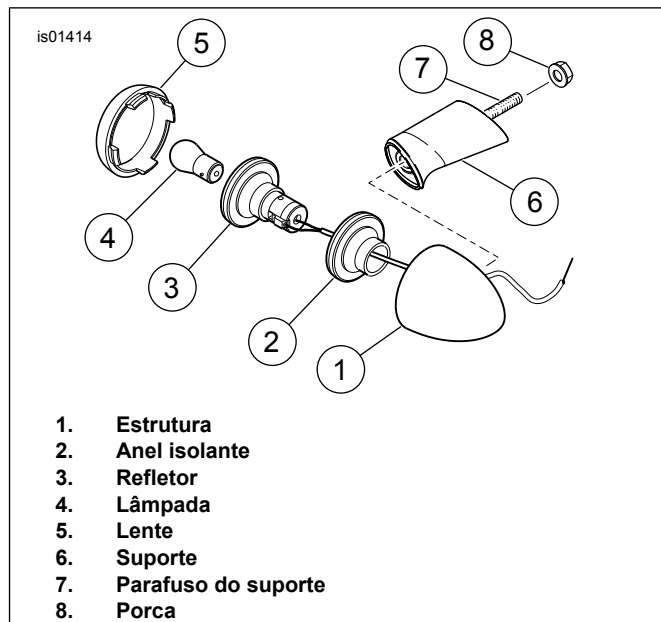

Figura 2. Remoção do suporte do pisca-pisca original
1. Veja a Figura 2. Remova a lente (5) do estrutura do pisca-pisca traseiro (1).
2. Alavanque com cuidado o refletor (3) e o anel isolante (2) da estrutura (1). Puxe com cuidado os fios para fora do furo da estrutura.
3. Remova e descarte o suporte (6), o parafuso (7) e a porca (8).